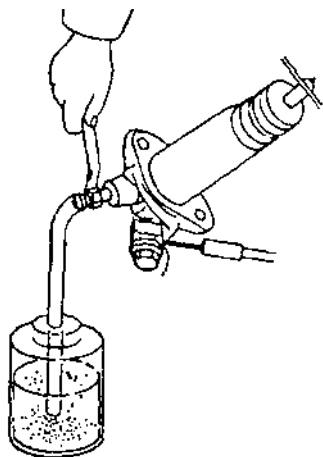

Рис. 4.1.13.
- надеть на перепускной клапан рабочего цилиндра привода выключения сцепления прозрачный шланг, погрузив другой его конец в сосуд с тормозной жидкостью (рис. 4.1.13);
- несколько раз медленно нажать на педаль сцепления, затем, при нажатой педали, ослабить перепускной клапан для того, чтобы удалить воздух из привода выключения сцепления (об этом можно судить по пузырькам воздуха, выходящим из шланга в сосуд с тормозной жидкостью) (рис. 4.1.13). Не отпуская педаль, закрутить перепускной клапан;